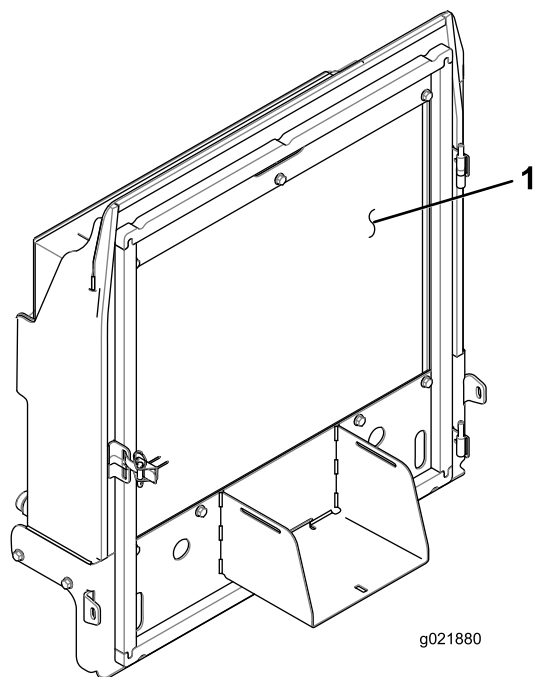

Figura 85
4. Pulite accuratamente entrambi i lati del radiatore/refrigeratore dell'olio utilizzando aria compressa (Figura 85).